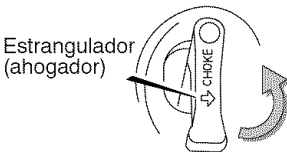

Figura 9
2. Mueva el estrangulador/ahogador a la posición de ARRANQUE (vea la Figura 9).